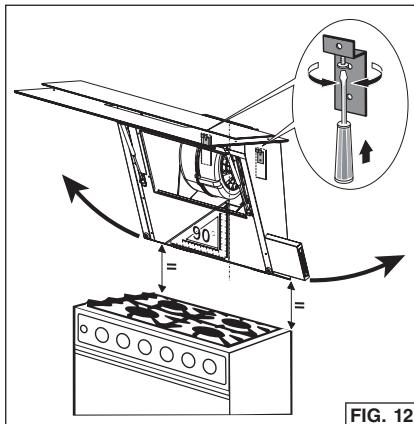

FIG. 12
- Mettez la hotte à niveau en utilisant les (2) vis fournies sur les supports de montage. Fig. 12.